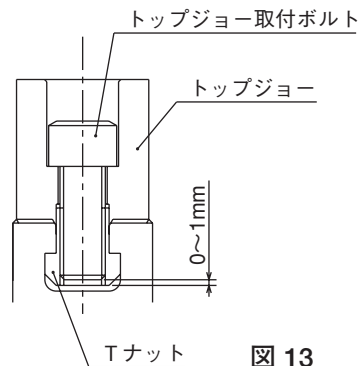

図 13
- ジョー取付ボルトのTナットに対するねじ込み深さが浅いと、Tナットが破損し、ジョーや工作物が飛散して危険。取付ボルトが長すぎてTナット底面から突き出ている場合も、トップジョーが固定されないため、ジョーや工作物が飛散して危険。従って、ジョー取付ボルトの全長はTナットの底面より0~1mm程度とすること。(図13参照)